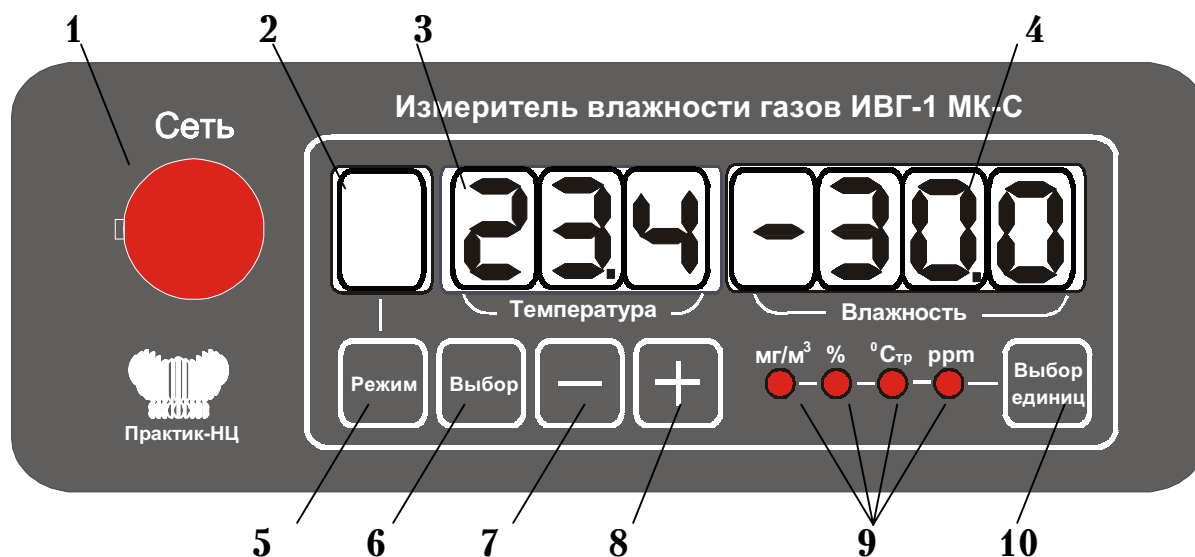

Рис. 1. Элементы управления и индикации на передней панели прибора.
3.2.5. На передней панели блока измерения размещаются следующие элементы управления и индикации (Рис.1):